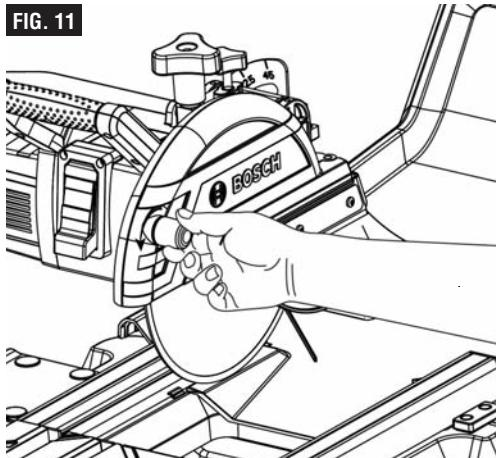

FIG. 11
1. Desserrez le bouton de verrouillage du protecteur de lame (Fig. 11).